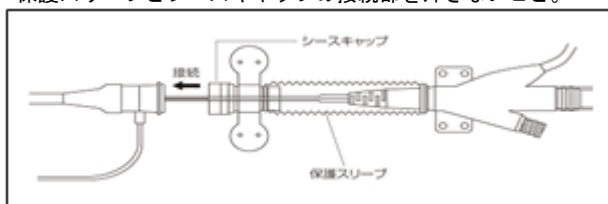

図 7. 保護スリーブ
- (6) 駆動を開始する。X 線透視下にてバルーンが十分拡張していることを確認する。
- (7) バルーン先端位置を X 線透視下にてよく確認する。
- (8) シース挿入の場合で保護スリーブを用いる際には、先端のシースキャップの部分をシースボディにはめ込む。(図 7 参照)